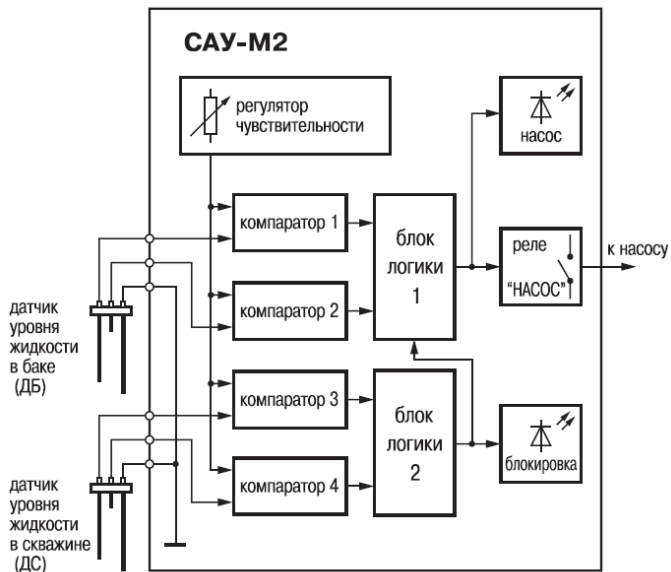

Рис. 1
3.2.1 Функциональная схема прибора приведена на рис. 1.